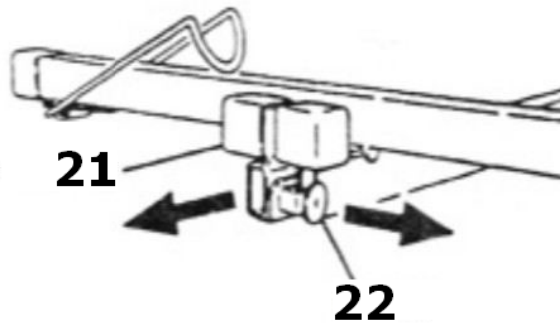

Abbildung 4
- Schieben Sie die Teleskoparme [21] in den Hauptschlitten mit den Lochern gegenüber den Verriegelungen [22] (siehe Abb. 4).